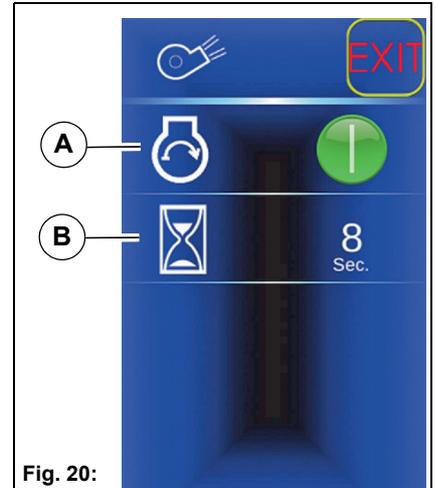

Fig. 20:
**Suction fan menu Fig. 20****A** Suction fan after ignition ON